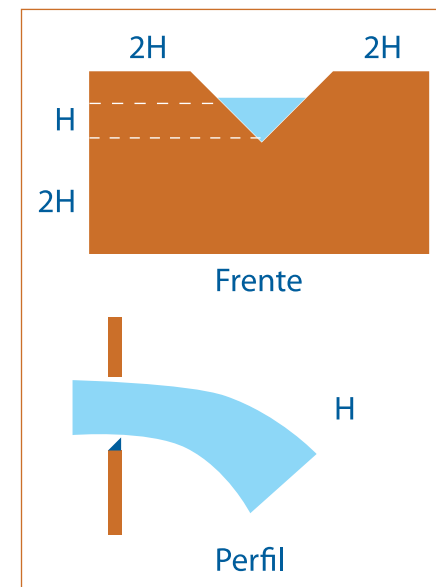

Figura 3: Vertedero triangular de 90° .
- La cresta y las paredes por las que se derrame el agua deben ser agudas y de un espesor inferior a $1/8$ de pulgada (3,2 mm). Si está hecho en madera, los bordes deben ser biselados. Figura 3.
- La distancia entre la cresta y el fondo del canal, debe ser superior a dos veces la carga de agua (H) que se desea leer. La distancia desde las paredes del canal a la abertura del flujo del vertedero debe ser también superior a dos veces la carga.
El vertedero triangular de 90° (Figura 3) es el más recomendable porque solo basta realizar un corte en 90° y el vertedero queda construido. Además, con solo medir la altura de agua en éste y aplicando la tabla adjunta se puede conocer el caudal.